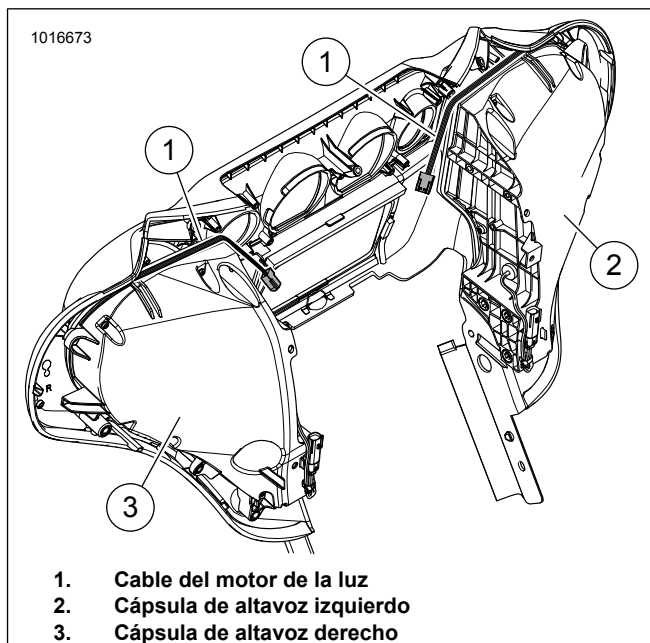

Figura 3. Fuselaje FLH
7. Consulte la Figura 3. Vea el manual de servicio. Conecte los cables del altavoz al altavoz, instale la caja de este y pase el cable del motor de la luz (1) como se muestra.